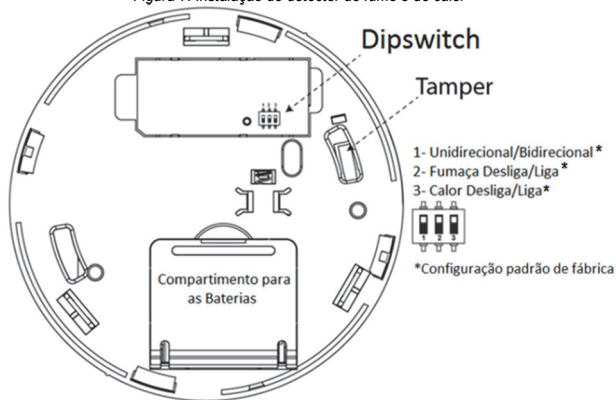

Figura 8: Parte posterior da unidade: compartimento das pilhas, tamper e o interruptor DIP
7. Abra a tampa do compartimento das baterias (veja a *Figura 8*).
3. Abra a tampa do compartimento das baterias (veja a Figura 8).